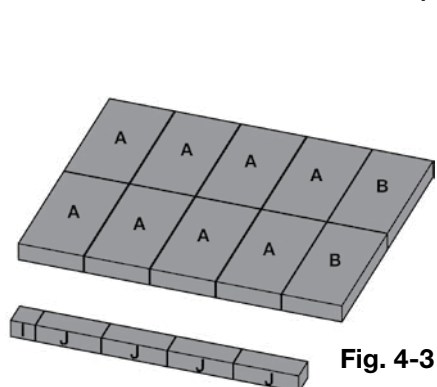
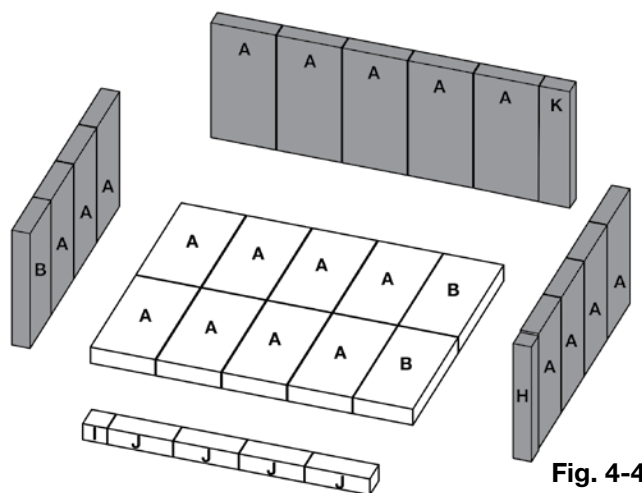

Fig. 4-3
Fig. 4-4
- A.** Installez huit des briques « A », deux des briques « B », une des briques « I », et quatre des briques « J » le long du bas de la chambre de combustion, en travaillant de l'arrière de l'appareil vers l'avant (**Fig. 4-3**). Installez cinq des briques « A » et une des briques « K » le long de l'arrière de la chambre de combustion, puis installez trois des briques « A » et une des briques « B » le long du côté gauche de la chambre de combustion, et finalement, installez quatre des briques « A » et une des briques « H » le long du côté droit de la chambre de combustion (**Fig. 4-4**).